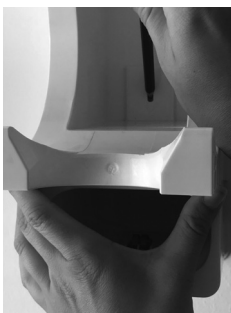

Abbildung 1 | Illustration 1 | Figure 1 | Figura 1 | Afbeelding 1 | 1. ábra |
Obrázek 1 | Obrázok 1 | Figura 1 | Rys. 1 | Resim 1 |
1. Ladestation an die gewünschte Stelle der Wand halten und mit einem Bleistift die Bohrlöcher markieren (Abb. 1). Mit einem elektrischen Bohrer mit 6-mm-Einsatz drei Löcher bohren.